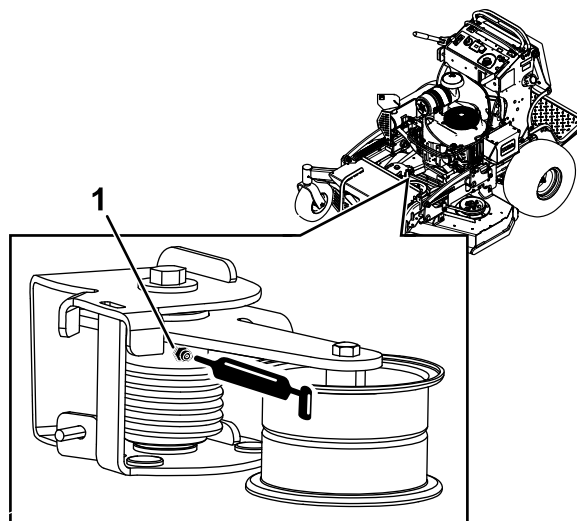

Figura 46
3. Ingrassate il tendicinghia di torsione sul piatto di taglio utilizzando grasso ad alta temperatura nel raccordo d'ingrassaggio illustrato nella Figura 46.